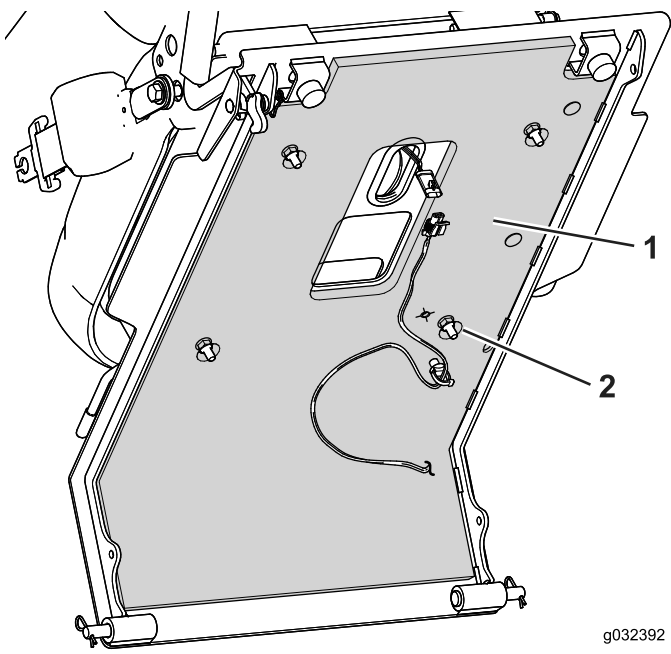

図 3
5. 防熱シールドの裏紙をはがして、運転デッキの裏面にシールドを張り付ける 図 3。